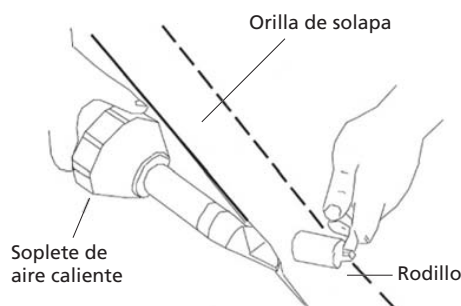

Fig. 13
2. Utilizando el sistema de aire caliente (fig.13), se procede a la soldadura del orillo de la solapa, insertando el inyector o boquilla debajo de la misma con una inclinación de aproximados unos 45° respecto a la línea de soldadura, realizando al mismo tiempo una presión constante, con el adecuado rodillo, sobre el borde caliente.